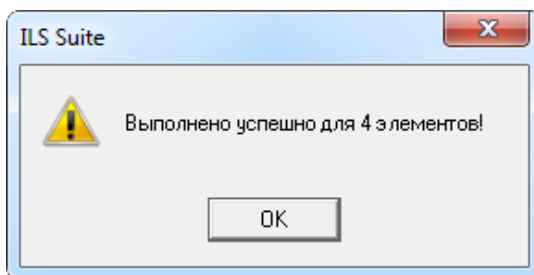

Рис. 11-16 – Информационное сообщение о перезаписи параметров надежности для дочерних компонентов
5) В результате значения выбранного параметра надежности для дочерних компонентов будут перезаписаны и выведено информационное сообщение (рис. 11-16).